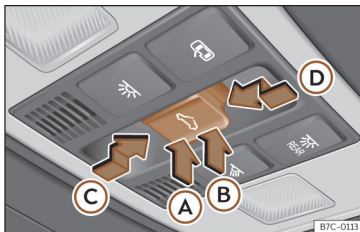

Fig. 61 No revestimento interior do teto: botão do teto de vidro.
O botão  >>> Fig. 61 tem dois níveis. No primeiro nível pode colocar-se o teto na posição defletora, abrir ou fechar total ou parcialmente.
- Antes que decorram aproximadamente 5 segundos desde a ativação da função antientalamento, pressione o botão ⏪ >>> **Fig. 61** até ao segundo nível no sentido da seta Ⓚ até que o teto se feche completamente.